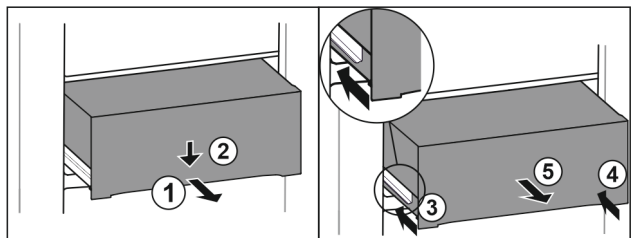

Fig. 114
- Zásuvku napůl vytáhněte. Fig. 114 (1)
- Stlačte zásuvku na přední straně dolů. Fig. 114 (2)
- Zasuňte levou kolejničku přibližně do 2 cm. Fig. 114 (3)
- Zasuňte pravou kolejničku přibližně do 2 cm. Fig. 114 (4)
- Vyjměte zásuvku dopředu. Fig. 114 (5)